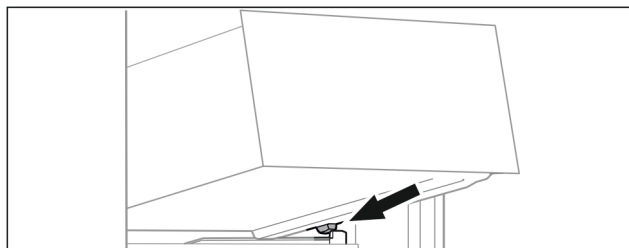

Fig. 15
- ▶ Colocar el cajón inclinado detrás de los topes sobre la nervadura para recipientes Fig. 15 ().